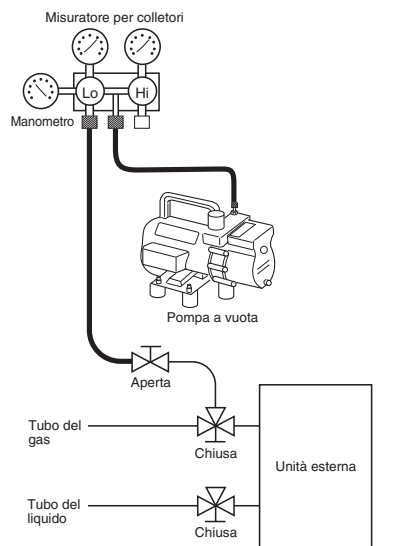

Fig. 8-4
- (1) Collegare il tubo flessibile di carica nel modo descritte nelle fasi appena viste alla pompa a vuoto per svuotare le tubazioni e l'unità interna. Controllare che la manopola "Lo" della valvola a collettore sia aperta. Avviare quindi la pompa a vuoto.
- (2) Quando la depressione desiderata viene raggiunta, chiudere la manopola "Lo" della valvola con collettore e spegnere la pompa a vuoto. Controllare che la pressione riportata dal manometro sia sotto -101 kPa (-755 mmHg, 5 Torr) dopo 4 o 5 minuti di uso della pompa a vuoto. (Fig. 8-4)